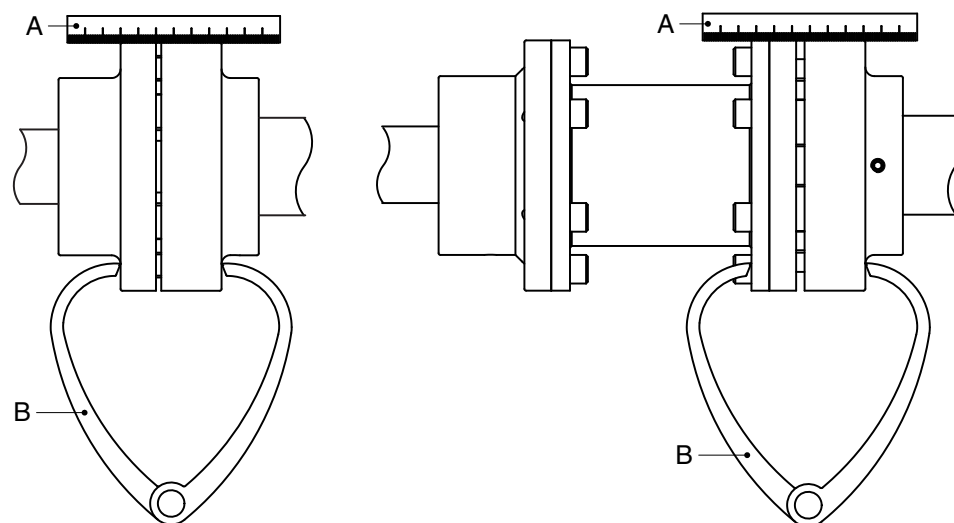

Figura 3: Allineamento del giunto d'accoppiamento mediante un regolo e un compasso di spessore esterno.
- 1 Posizionare un regolo (A) sul giunto d'accoppiamento. Posizionare o rimuovere tutti gli spessori necessari per portare il motore elettrico all'altezza corretta, in modo che il bordo dritto tocchi entrambe le metà del giunto d'accoppiamento su tutta la lunghezza. Vedere la figura 3.
- 3 Controllare di nuovo l'allineamento utilizzando un compasso di spessore esterno (B) su 2 punti diametralmente opposti ai lati delle metà del giunto d'accoppiamento. Vedere la figura 3.